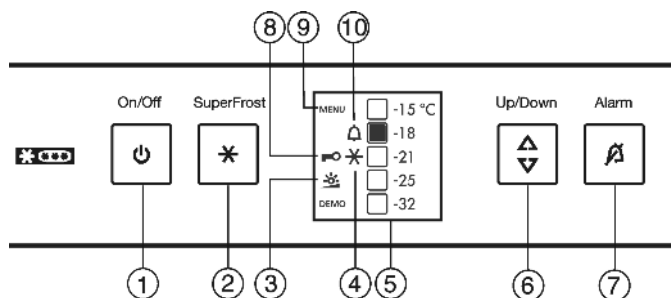

Fig. 3
- Le symbole SuperFrost Fig. 3 (4) et l'affichage de température clignotent.